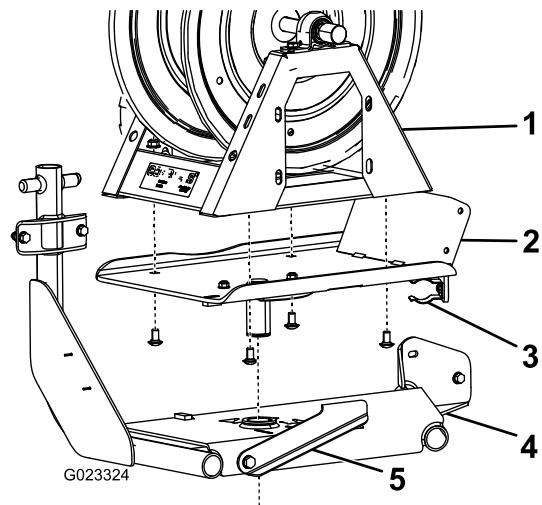

Bild 9
2. Befestigen Sie die Schwenkplatte mit vier Schlossschrauben und vier Bundmuttern (3/8") an der Unterseite der Schlauchtrommel (Bild 9).
3. Setzen Sie die Schwenkplatte in das Loch am Schlauchtrommelrahmen ein (Bild 9).